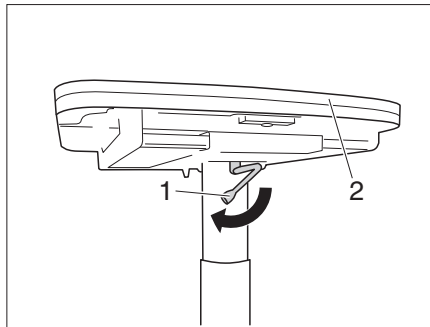

Bild 102 Sänk bordet
- Vrid låsspaken (Bild 102,1) till vänster. Spärren är öppen.
- Tryck ner bordsskivan (Bild 102,2) i mitten och håll den nertryckt.
- Vrid låsspaken (Bild 102,2) till höger. Lyftbordet är låst.